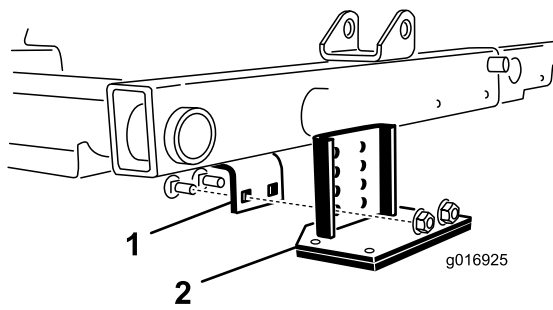

Bild 30
2. Finden Sie die Rahmenhalterung über dem mittleren Mähwerk (Bild 30).
3. Drücken Sie die Frontrolle des mittleren Mähwerks nach unten und ermitteln Sie, welche Löcher in der Kipphalterung mit den Löchern in der Rahmenhalterung ausgefluchtet sein müssen, um denselben Rollenkontakt zu erhalten, wenn die Kipphalterung montiert ist (Bild 30).
4. Senken Sie die Mähwerke ab und befestigen Sie die Kipphalterung mit den im Lieferumfang des Kits enthaltenen zwei Schlossschrauben und den zwei Muttern am Rahmen (Bild 30).